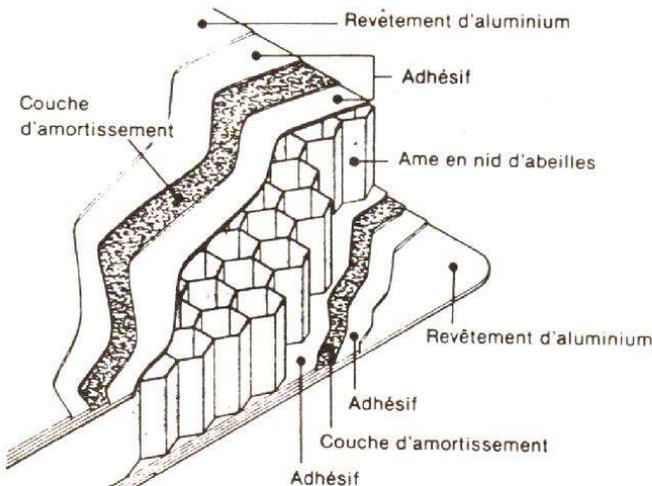

Fig. 35. – Structure de membrane plane à matériau composite (Sony 1980).
- soit à des structures composites en nid d'abeilles (Technics, Sony) qui permettent la réalisation de membranes plates de grandes dimensions (fig. 35) avec une rigidité à la flexion de 500 à 1 000 fois plus grande que les complexes papier-cellulose.